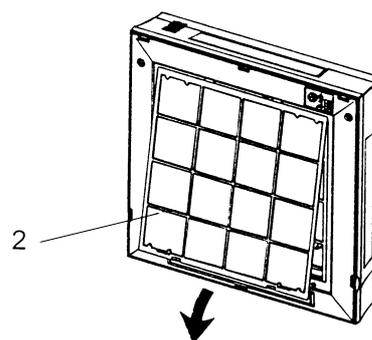

Рис. 2
- Снимите основной воздушный фильтр (2) (см. рис. 2).